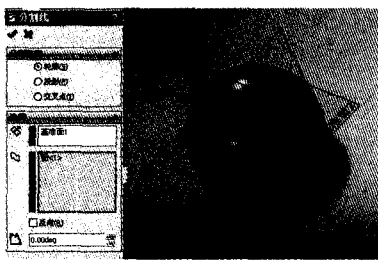

图 5
(1) 建模时,将球心置于坐标原点处。需要说明的是,为了方便钢球与滚道的装配,可建立三个基准面分别与前视面、上视面、右视面重合,然后依次选择插入→曲线→分割线,出现分割线特征操作的对话框,选择分割类型为轮廓,拔模方向选择基准面1,要分割的面一栏选择球面(见图5),